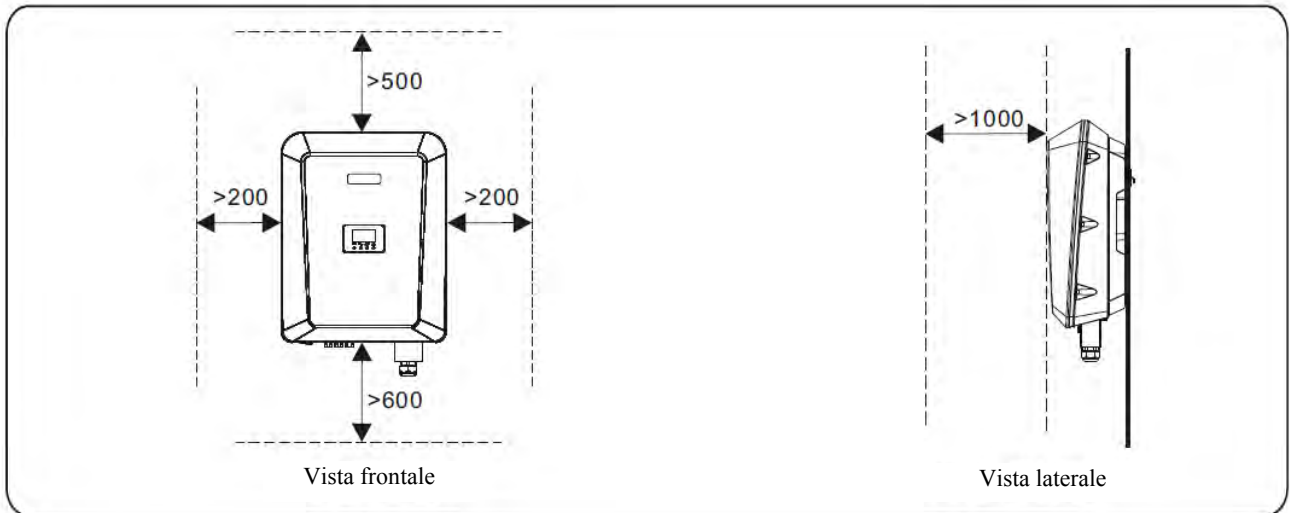

Figura 4.4 - Requisiti di spazio per l'installazione (unità: mm)
- b. Riservare uno spazio sufficiente intorno all'inverter per garantire uno spazio sufficiente per l'installazione e la dissipazione del calore, come mostrato nella Figura 4.4.